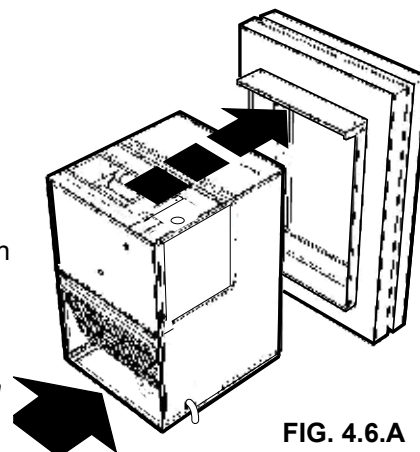

FIG. 4.6.A
2. Placez le Condo Pack le plus près possible de l'ouverture du mur (FIG. 4.6.A). Faites glisser délicatement l'appareil dans le manchon mural (consultez les instructions 4.4 Assemblage et installation du manchon mural) afin que l'avant de l'appareil soit en contact avec les brides avant du manchon mural.